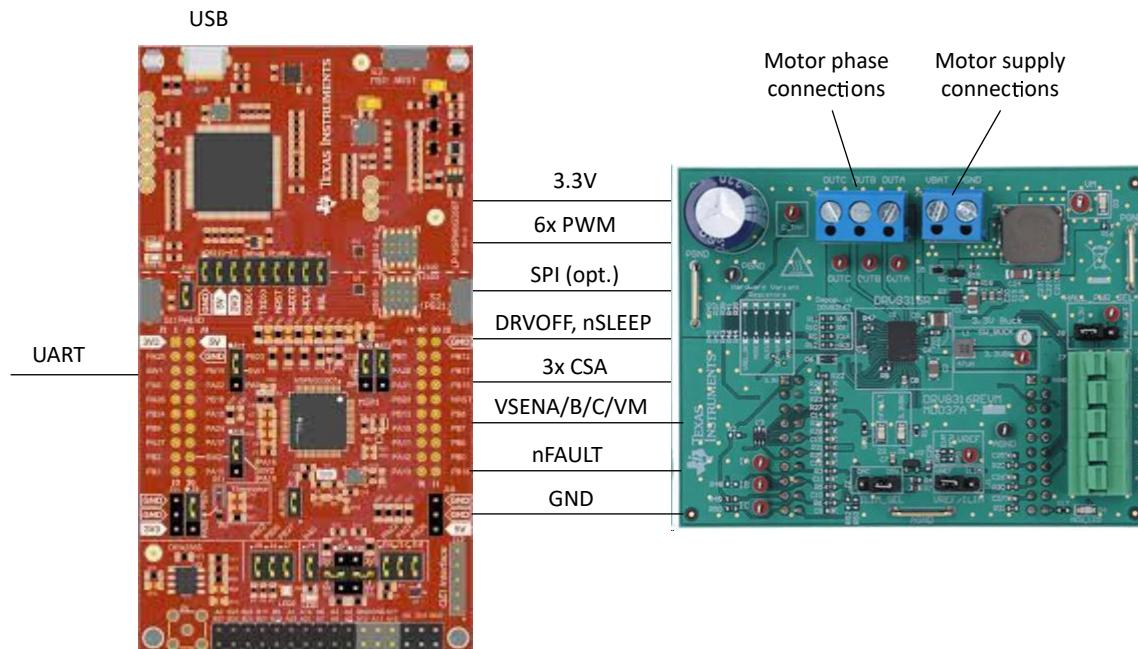

图 2-4. MSPM0 LaunchPad 套件和 DRV8316 EVM 外部配置
2. 通过将 EVM 与 LaunchPad 套件匹配或使用跳线来实现从 MSPM0 LaunchPad 套件到 DRV83xx EVM 的器件间连接，如图 2-4 所示。有关硬件用户指南连接的详细信息，请参阅节 2.1.1。